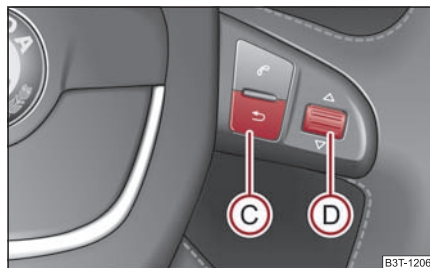

Fig. 28 Display-ul cu informații: Elementele de comandă de pe volanul multifuncțional
- **MAIN MENU (MENIUL PRINCIPAL)** se activează prin apăsarea tastei **(C)** ⇒ pagina 26, fig. 28 mai mult de 1 secundă.